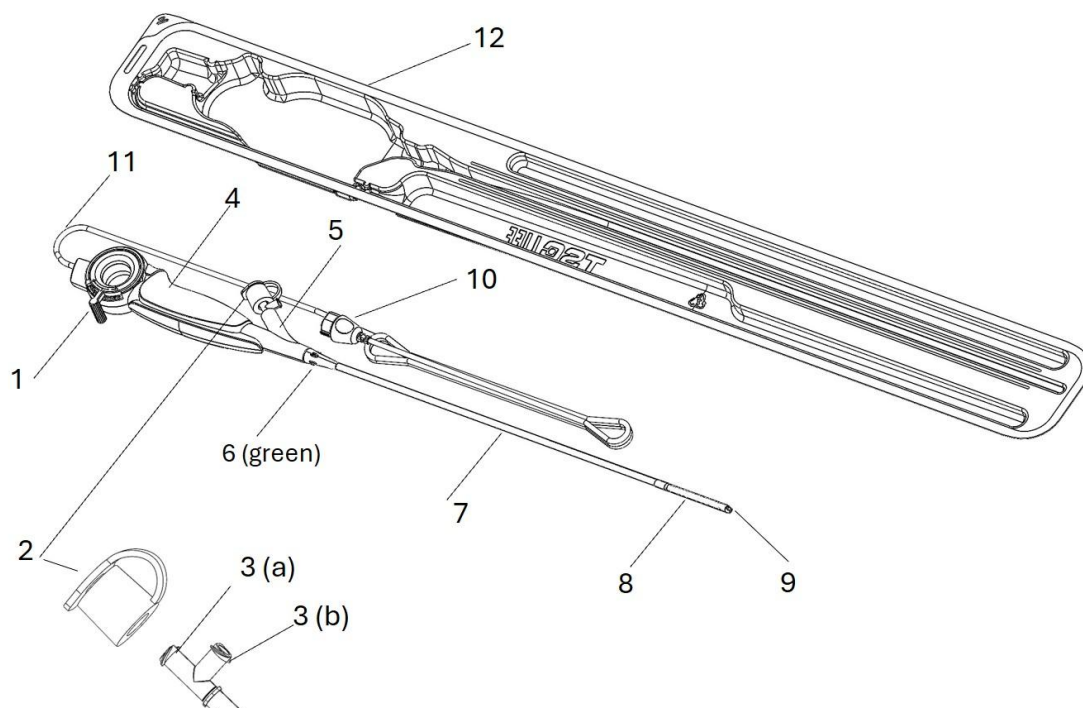

Figure 2. Cystoscope flexible à usage unique Cystoflex.
5. Raccordez le tube d'une source d'irrigation compatible (seringue, poche d'alimentation par gravité) au port d'irrigation sur la poignée du Cystoflex (**Figure 2**). Vérifiez que le dispositif ne fuit pas, que la valve à biopsie soit fermée et que le fluide s'écoule par l'embout distal.